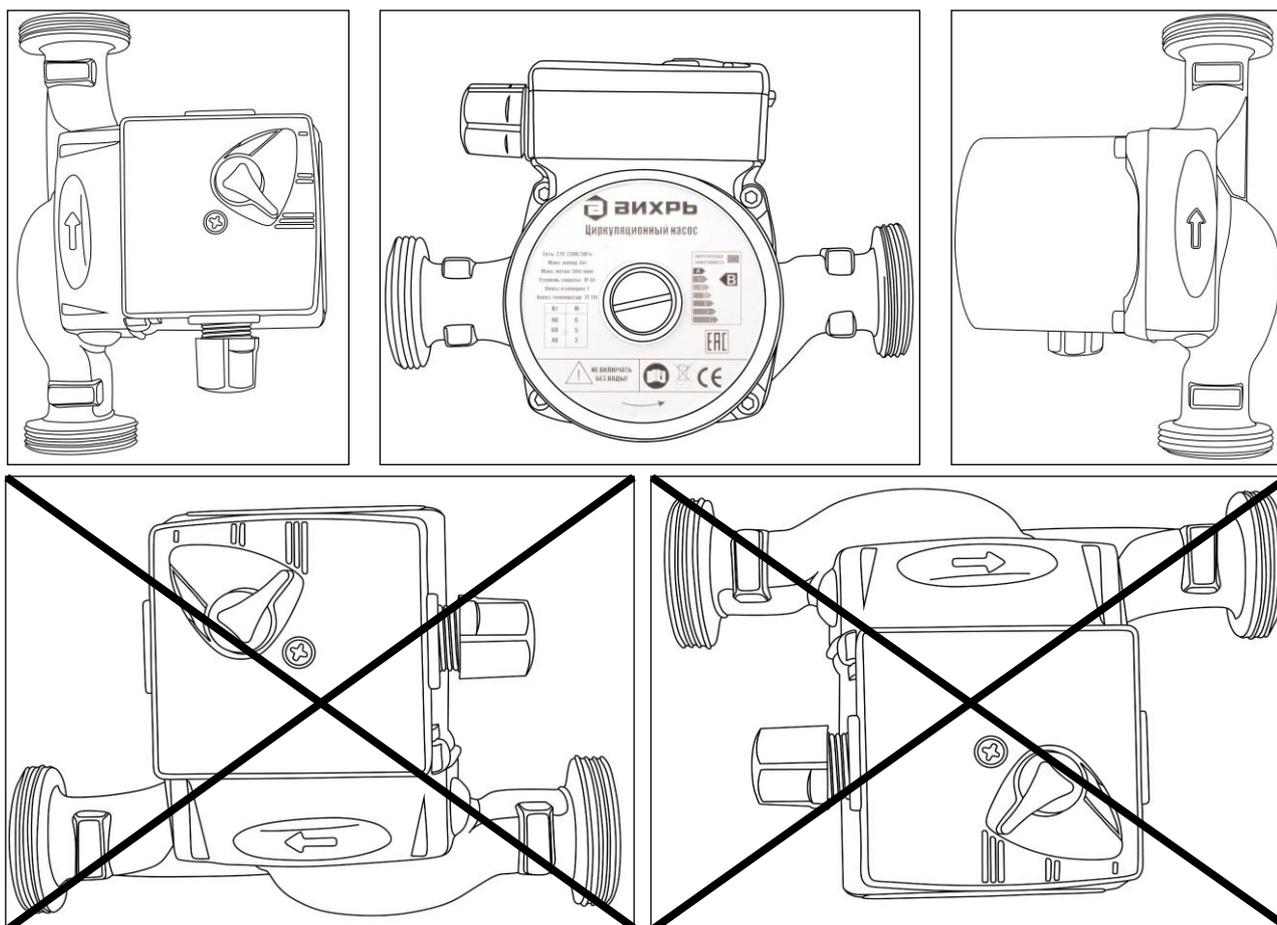

Рис. 3 Положения насоса при монтаже
*Циркуляционный насос следует устанавливать так, чтобы обеспечить положение оси вала насоса строго в горизонтальном положении, а клеммной коробки – сверху или с боку (рис.3)*
Стрелка на торце крышки указывает направление потока (рис.3).